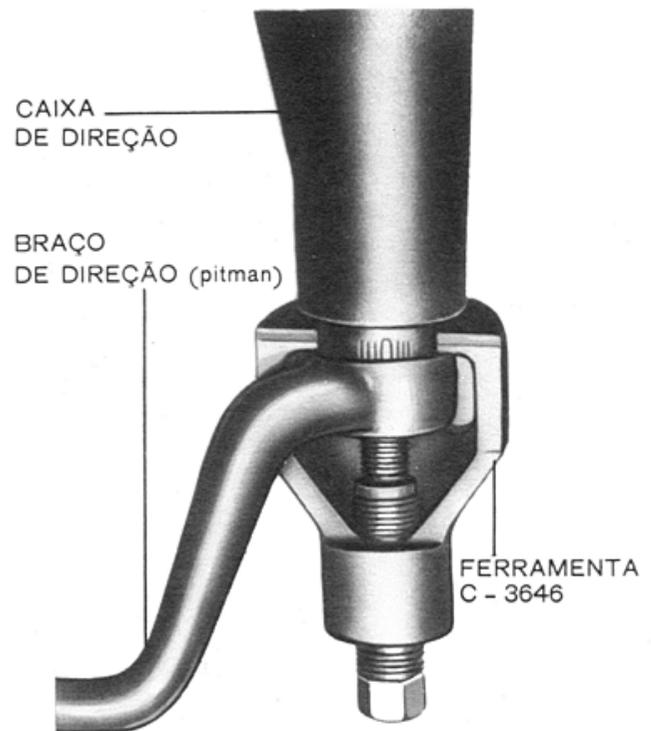

Fig. 4 — Remoção do braço de direção
- Remover o braço de direção (pitman) da árvore do setor com auxílio da ferramenta C-3646 (fig. 4).
- Remover a porca e arruela da árvore do setor e remover o braço de direção da árvore do setor usando a ferramenta C-3646 (fig. 4).